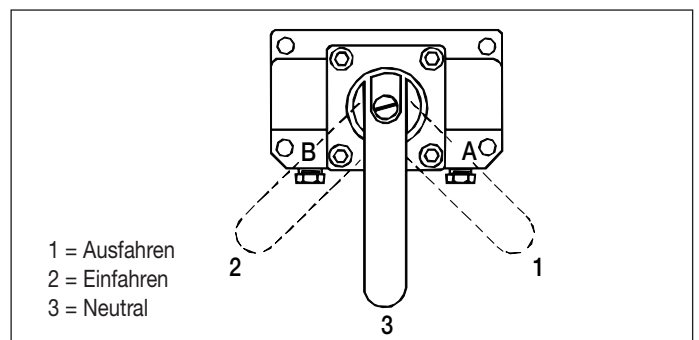

Abbildung 26: Positionen des Ventilhebels
4. Hebel des Steuerventils auf neutrale Position („3“) einstellen. Siehe Abbildung 26 für die Ventilpositionen von VM33 und VM43.